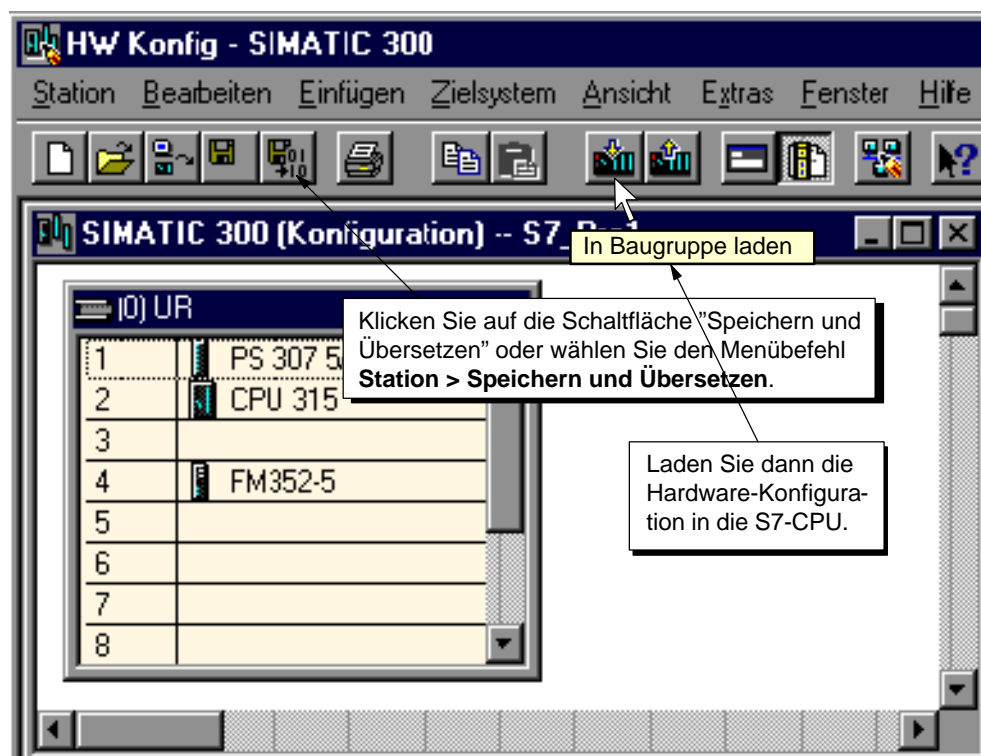

Bild 4-6 Speichern und Übersetzen der Hardware-Konfiguration
2. Klicken Sie auf die Schaltfläche "Speichern und Übersetzen" oder wählen Sie in der Hardware-Konfiguration den Menübefehl **Station > Speichern und Übersetzen** (siehe Bild 4-6).
3. Laden Sie die übersetzte Baugruppenkonfiguration in die S7-CPU, indem Sie auf die Schaltfläche "In Baugruppe laden" klicken oder in der Hardware-Konfiguration den Menübefehl **Zielsystem > Laden in Baugruppe...** wählen (siehe Bild 4-6).